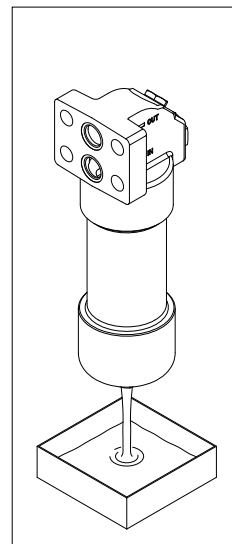

fig. 18
- (Fig. 18) Drenare il fluido di lavoro dal fondo del contenitore al recipiente di raccolta